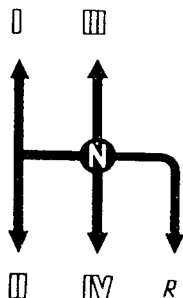

Bild 5. Schema der Schaltstellungen des Wechselgetriebegegenschalthebels:
- 18 - Gangschalthebel (Bild 5);